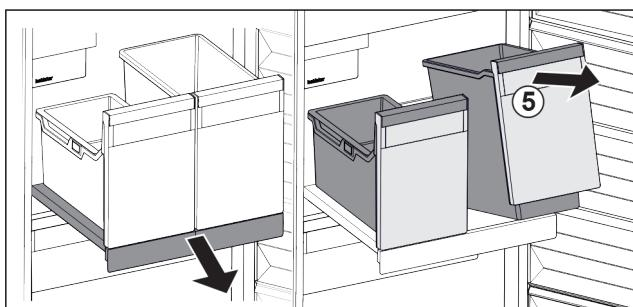

Fig. 84
- Nádobu Fig. 84 (5) vpředu nadzvedněte.